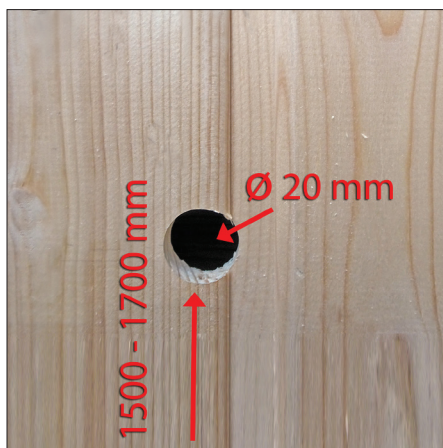

Fig. 1
- I. Percez un trou d'un diamètre de 20 mm au niveau de la goutte de câbles, à une hauteur d'environ 1 500 – 1 700 mm (Fig. 1).